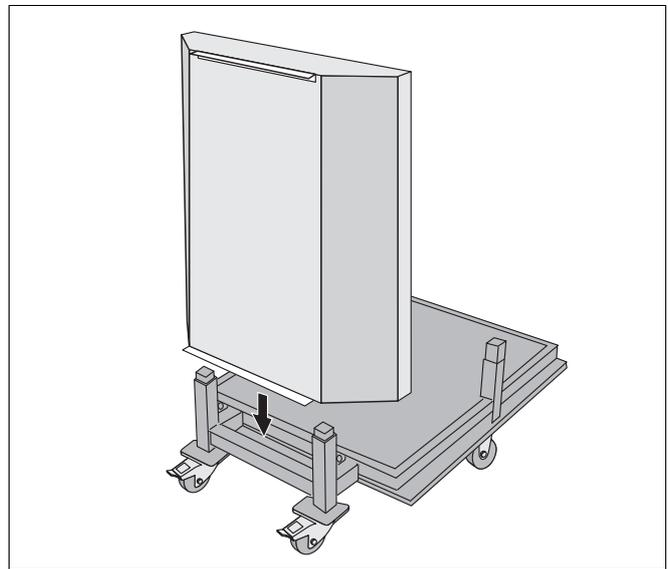

Рис. 7 Установка передней стенки
- Установите переднюю стенку (со скосами) на плиту (рис. 7).